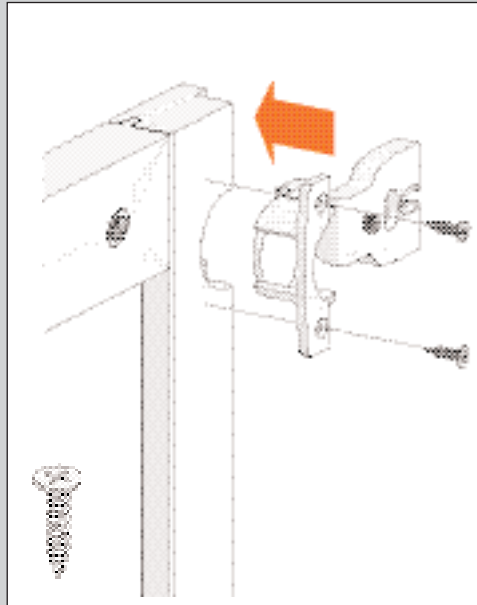

ABBILDUNG 7
6. Setzen Sie die Scharniere in die Aussparungen der Tür ein (siehe Abb. 7). Drücken Sie die Scharniere gut fest, damit sie flach in der Tür festsitzen.